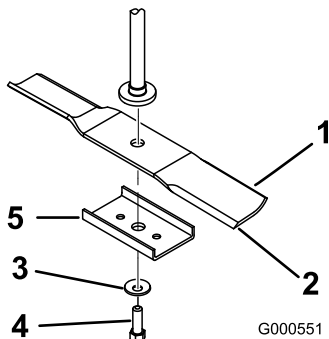

Figura 42
Sujete el extremo de la cuchilla usando un trapo o un guante grueso. Retire del eje el perno de la cuchilla, la arandela curva, el refuerzo (plataformas de 52 pulgadas solamente) y la cuchilla (Figura 42).
- Instale la cuchilla en el eje junto con el refuerzo (plataformas de 52 pulgadas solamente), como se muestra en (Figura 42).
- Instale la arandela curva (con el lado cóncavo hacia la cuchilla) y el perno de la cuchilla (Figura 42). Apriete el perno de la cuchilla a 47-88 Nm.